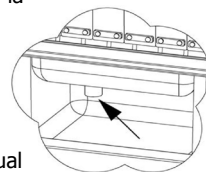

Figura 2
5. Cuando el ciclo de limpieza se terminó caja de agua de drenaje retirando el tapón (Figura 2)